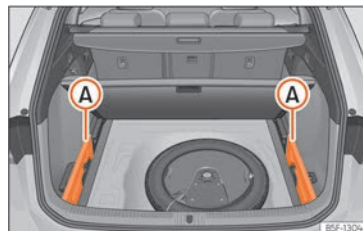

Abb. 127 Im Gepäckraum: Aufnahme zum Verstauen der aufrollbaren Abdeckung.
- Entfernen Sie die Abdeckungen links und rechts »» **Abb. 127 A**.